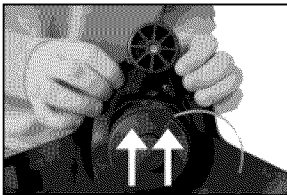

Figura 5 - Deslice hacia delante el protector de corte
3. Deslice hacia delante el protector de corte. (See figura 5)